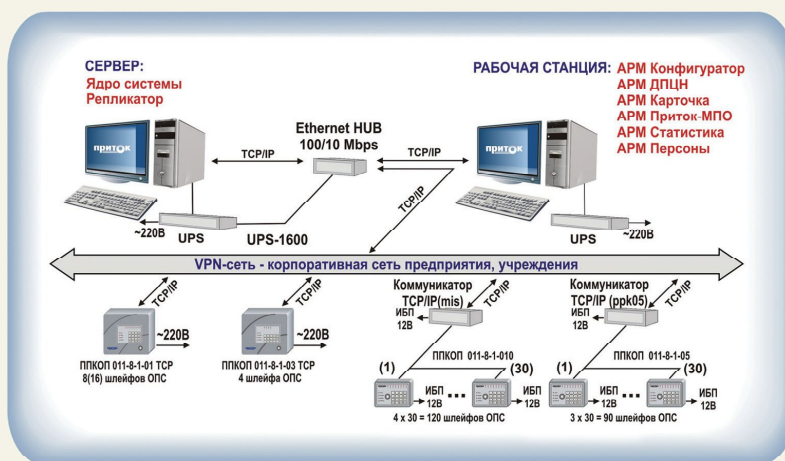

Рис. 4 ПЦН с использованием ТСР/ИР коммуникаций
4. На предприятиях, в учреждениях, в районах, где развиты высокотехнологические средства связи по скоростным цифровым каналам, ПЦН можно строить с использованием подсистемы телекоммуникационных связей Приток-ТСР/ИР (см. рис. 4.).